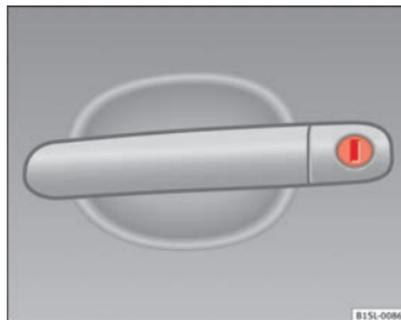

Abb. 135 Türgriff an der Fahrertür mit Schließzylinder.
- Schlüsselbart in den Schließzylinder stecken und Fahrzeug ent- bzw. verriegeln ⇒ Abb. 135.